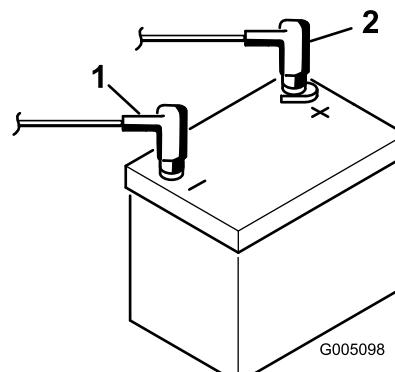

Figura 7
7. Prima di tutto collegate il cavo positivo (rosso) al morsetto positivo (+), poi il cavo negativo (nero) al morsetto negativo (-) della batteria, e fissateli con i bulloni e i dadi (Figura 7). Fate scorrere la guaina di gomma sul morsetto positivo per evitare un cortocircuito.